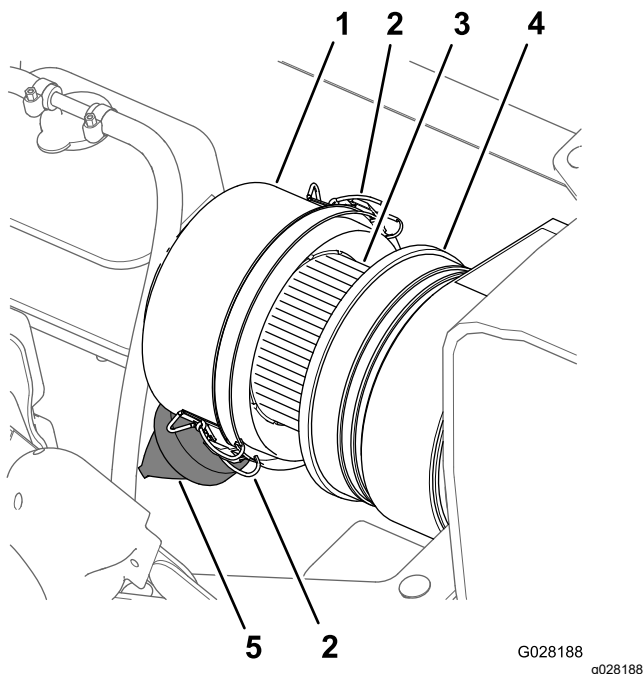
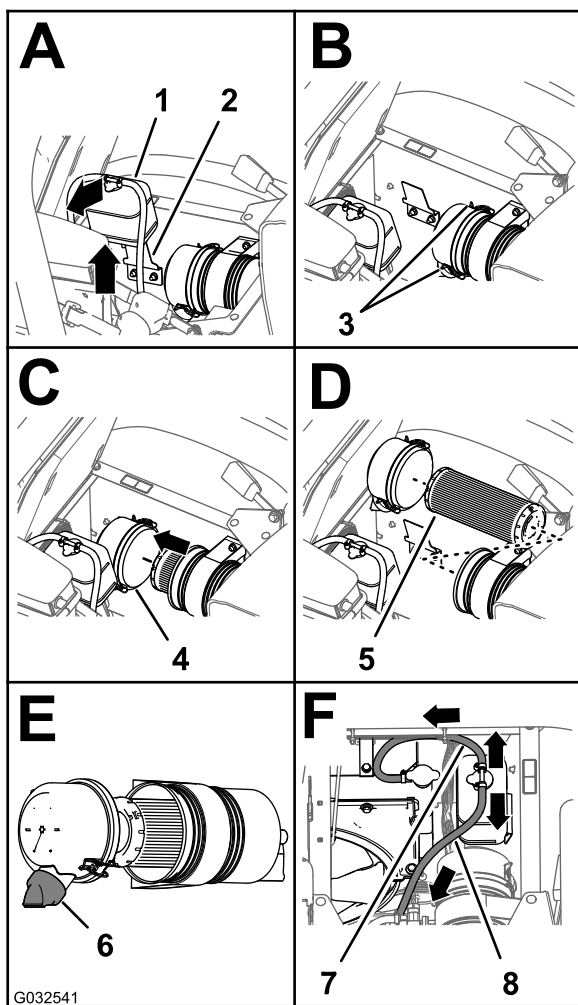

Figura 76
Figura 77
3. Limpe o tampão antipoeira e o corpo do filtro de ar (Figura 76).
4. Verifique se existe algum dano no corpo do filtro de ar que possa provocar uma fuga de ar (Figura 76).
5. Aperte a válvula do pó para a limpar de sujidade, pó e detritos (Figura 76).
7. Verifique se o elemento do filtro de ar tem acumulação excessiva de pó, sujidade e detritos (Figura 76).
8. Instale o tampão antipoeira no corpo do filtro de ar e fixe o tampão com os 2 trincos (Figura 76).
2. Limpe o tampão antipoeira e o corpo do filtro de ar (Figura 76).
3. Levante o depósito de expansão do líquido de refrigeração e retire-o do suporte do depósito (Figura 77).
4. Solte os 2 trincos que fixam o tampão antipoeira ao corpo do filtro de ar (Figura 77).
6. Limpe o interior do tampão antipoeira, do corpo do filtro de ar e da válvula antipoeira com um trapo húmido (Figura 76 e Figura 77).
7. Introduza o elemento do filtro de ar no corpo do filtro de ar (Figura 77).
8. Instale a cobertura no corpo do filtro de ar e fixe-a com os 2 trincos (Figura 77).
Nota: Certifique-se de que a válvula do pó está alinhada entre a posição das 5 e das 7 horas, quando vista da extremidade (Figura 77).
9. Alinhe o depósito de expansão do líquido de refrigeração com o suporte do depósito e posicione o depósito com firmeza (Figura 77).
Importante: Certifique-se de que a tubagem de descarga da pressão é encaminhada para fora e para baixo e a tubagem de ventilação do depósito é encaminhada para trás, como se mostra na Figura 77.